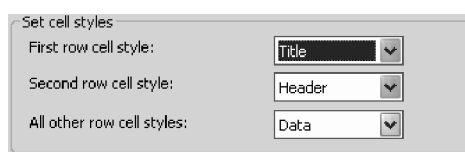

Fig. 6.39 Fereastra pentru inserarea tabelului
6. În secțiunea **Set cell styles** se stabilește aspectul capului de tabel: implicit, prima linie pentru titlul tabelului, următoarea linie pentru titlurile de coloană și următoarele pentru celule de date, ca în Fig. 6.39.